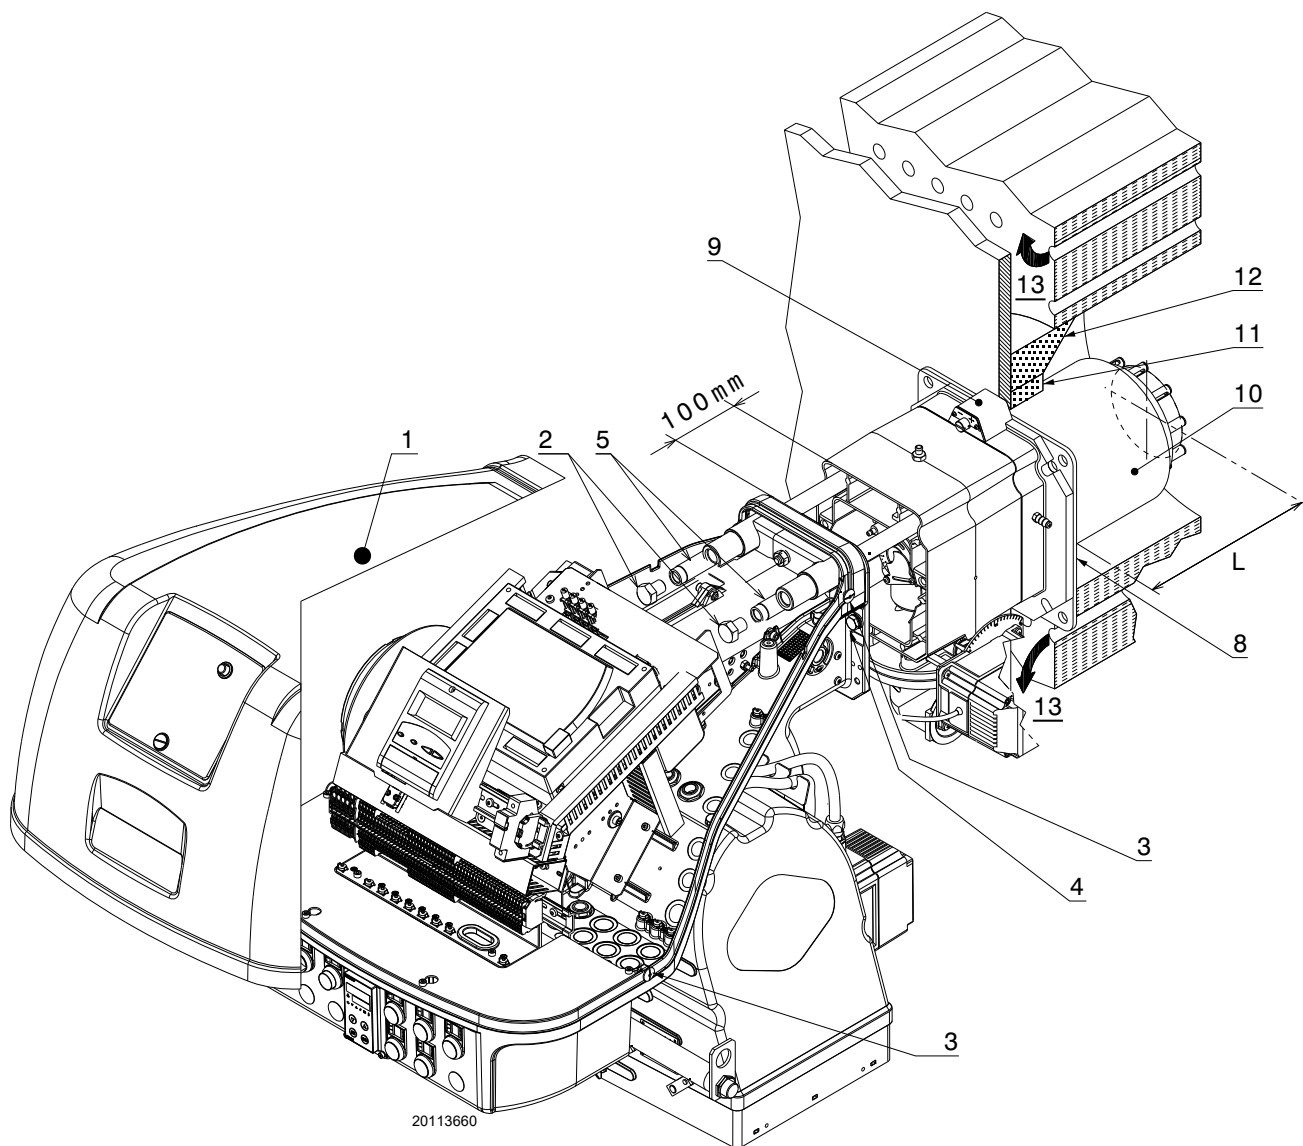

Fig. 17
Per le caldaie con giro dei fumi anteriore 13)(Fig. 17), o con camera ad inversione di fiamma, eseguire una protezione in materiale refrattario 11), tra refrattario caldaia 12) e boccaglio 10).
Separare la testa di combustione dal resto del bruciatore, come in Fig. 17; procedere come segue:
- rimontare il bruciatore sulle guide 3) a circa 100 mm dal manicotto 4) - bruciatore nella posizione illustrata in Fig. 17;